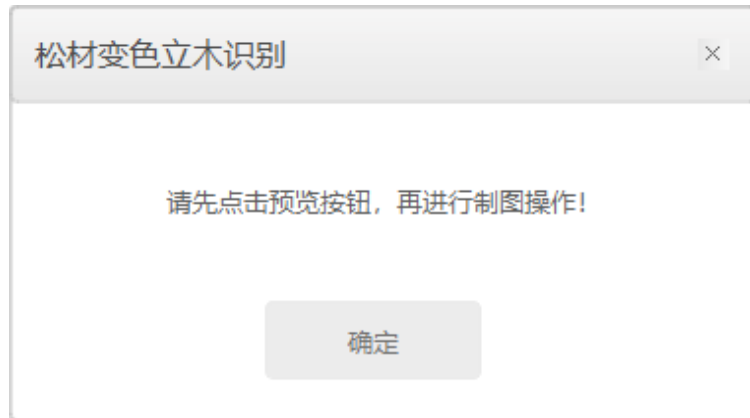

图 2-13 直接点击制图提示
(2) 点击“预览”按钮，开始运行识别算法，根据数据量的差异，执行此步骤的耗时有不同，期间请勿操作软件，等待运行完成后自动显示结果；
(3) 本软件支持用户自定义调整参数，各参数调整规则如表 2-4 所示。点击“预览”可查看当前参数运行后的结果，若调整参数后未点击“预览”按钮直接点击“制图”按钮，则系统提示“请点击预览”，如图 2-13。